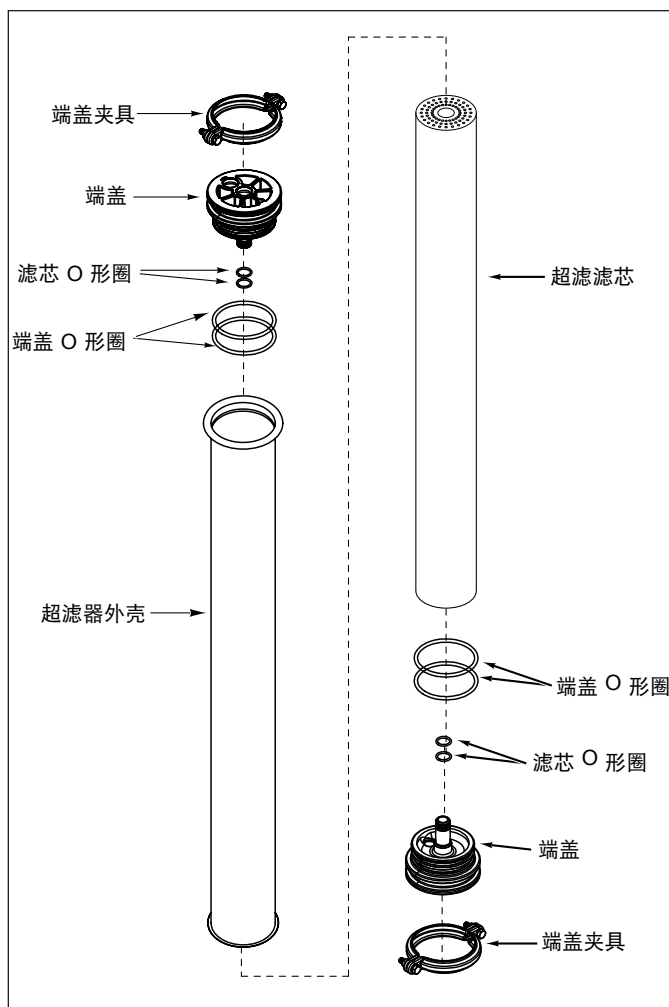

图 9. 更换超滤滤芯
4. 移除超滤外壳上任一末端的卡环。（图 9）
7. 移除超滤外壳上的端盖（图 9）。